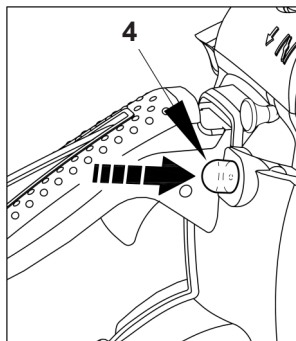

Рис. 6.3
5. Нажимайте на праймер для предварительной подкачки топлива (рис. 6.3 поз. 4) до тех пор, пока не увидите, что топливо начало циркулировать.